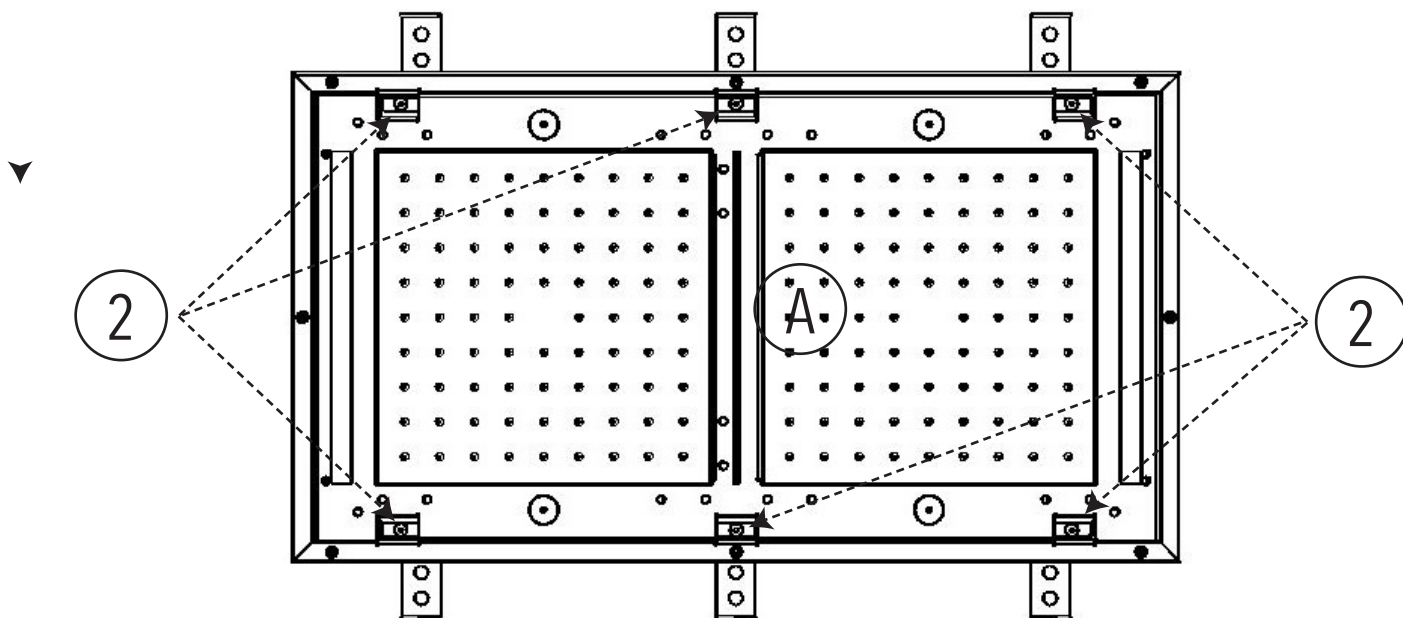

Fig.4
Successivamente avvitare il controtelaio con le rispettive viti (2) della Fig.4.
Then fix the frame with the screws (2) in Fig. 4.